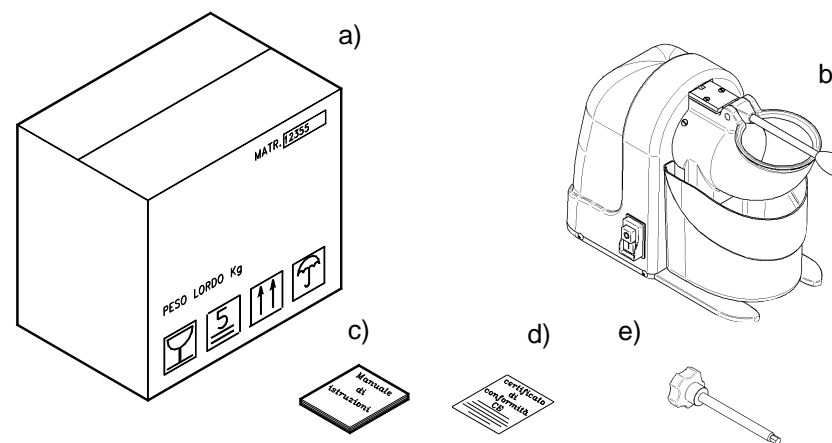

Рис. 3 – Описание упаковки
3.1 Отгрузка машины (см. рис. 3)
Если на упаковке нет внешних повреждений, то откройте её и проверьте наличие всех материалов, перечисленных выше (см. рис. 3). Если на упаковке есть признаки падения или повреждения, то в течение трех дней с момента доставки, уведомите об этом перевозчика, детально описав причиненные повреждения. **Не переворачивайте коробку!** При перемещении коробки, убедитесь, что она прочно закреплена в четырех главных точках (параллельно к полу).